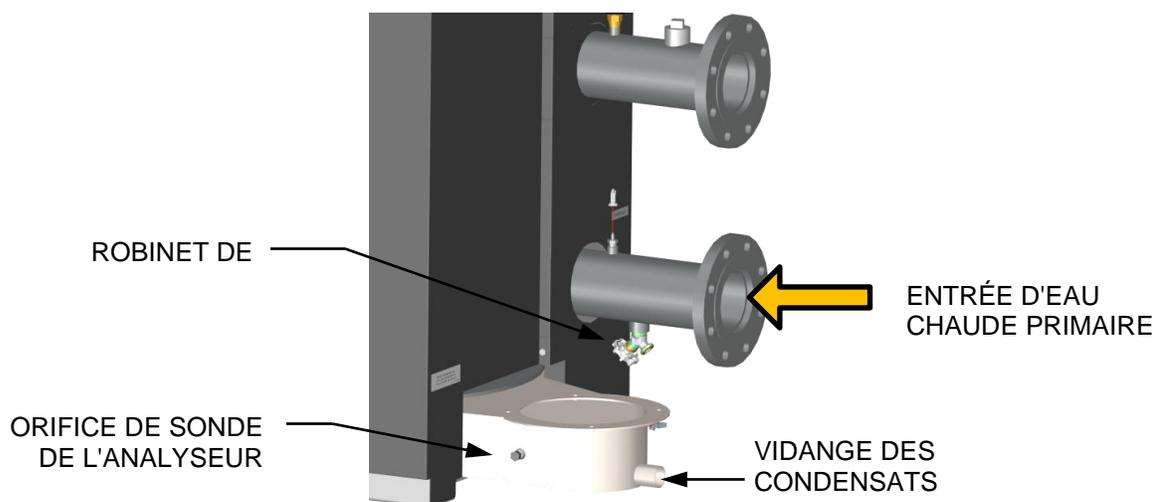

**Figure 4-1f : Emplacement du port pour l'étalonnage de la combustion – BMK5000-6000**
3. Brancher le manomètre directement aux pressostats à gaz bas et à haut gaz (figure 4-1f).